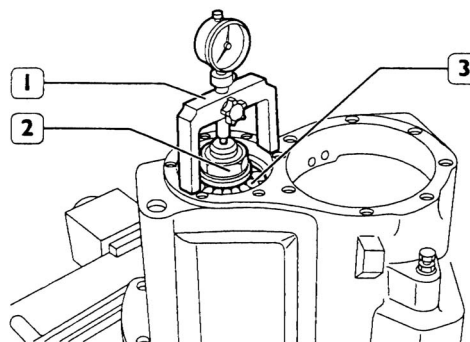

Figura 62
5. Apretar la tuerca (2, figura 62) con un torquímetro (1) hasta obtener la pre-carga deseada: